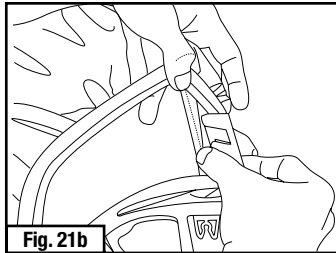

Fig. 21b
- Quite el arnés para la cabeza al liberar los clips de fijación ubicados en cada lado del visor (Fig. 21b).